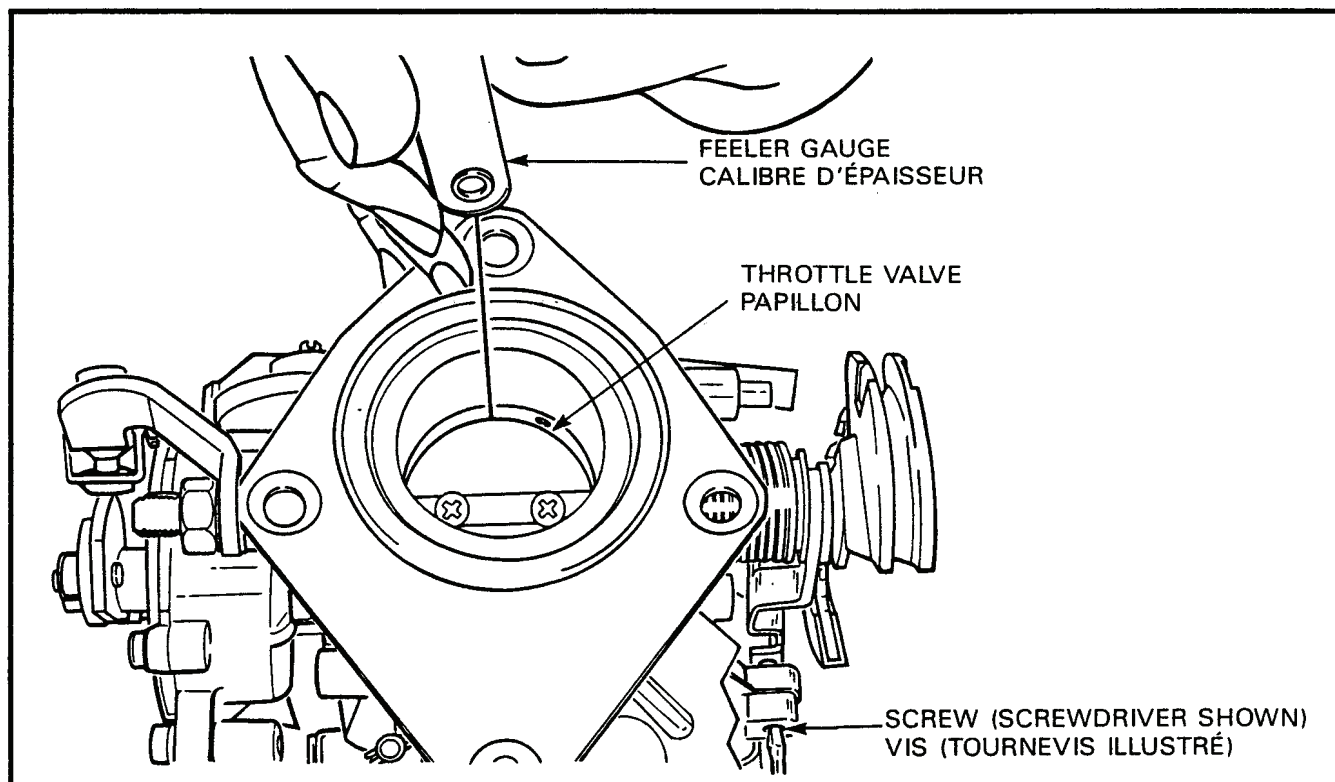

Figure 2-1-7 Carburetor Throttle Valve Gap Measurement
- (9) Place "O" ring (14) on the idle adjustment screw (13) and install the screw. Screw it all the way in and then unscrew it two full turns. This is only an approximate adjustment.
- (10) Install the cutoff valve (9).
- (11) Install the plastic washer (7) on the vacuum advance tube (8).
- (12) Using a wire feeler gauge or drill bit, measure the gap between the throttle valve and the throat wall with the throttle valve in the fully closed position, see Figure 2-1-7. The gap should be 0.065 to 0.075 mm. If necessary, turn the screw (16), see Figure 2-1-4, until the gap is within the specific limits. Install a new nylon plug (15).
- (13) Install the gasket (1) on top of the body.
- (9) Placer le joint torique (14) sur la vis de réglage du ralenti (13) et installer la vis. Visser celle-ci au maximum et la dévisser ensuite de deux tours complets. Ce réglage n'est qu'approximatif.
- (10) Installer l'électrovalve de coupure (9).
- (11) Installer la rondelle de plastique (7) sur le tube d'avance à dépression (8).
- (12) Au moyen d'un calibre d'épaisseur ou d'une mèche de perceuse, mesurer le jeu entre le papillon et la paroi du venturi alors que le papillon est complètement fermé, voir figure 2-1-7. Ce jeu devrait être de 0.065 à 0.075 mm. Au besoin, tourner la vis (16), voir figure 2-1-4, jusqu'à ce que le jeu se situe dans les limites. Installer un nouveau bouchon de nylon (15).
- (13) Installer le joint d'étanchéité (1) sur le carburateur.